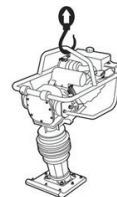

Рис. 3
8. Точка зацепа крюка для подъемного устройства (рис.3):